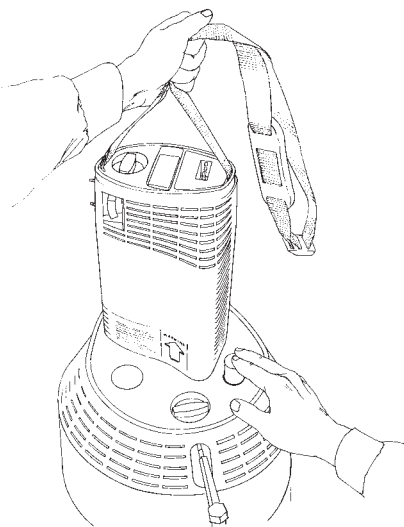

Figura 12
8. Desengate a unidade portátil Companion da unidade estacionária segurando a correia de transporte acima da unidade, e carregando no botão de desligação (Figura 12). Segure sempre a unidade portátil Companion com uma mão enquanto tenta desengatá-la. Se as unidades não desengatarem facilmente, talvez estejam congeladas. **NÃO FORCE**. Simplesmente espere por uns momentos até que as partes congeladas aqueçam e desengate quando o gelo derreter.